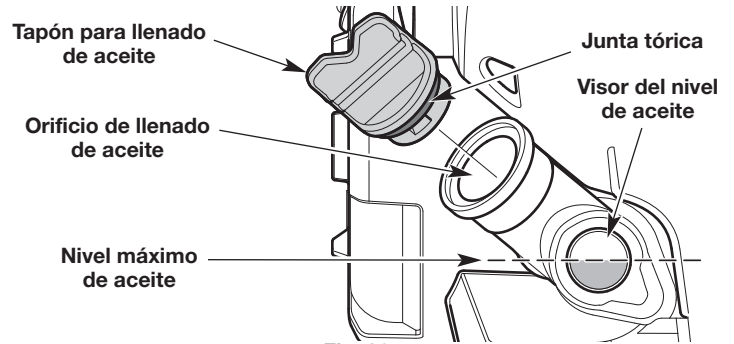

Fig. 30
3. Observe el interior del visor del nivel de aceite; use una linterna si es necesario. **El nivel de aceite debe llenar el visor hasta aproximadamente la mitad** (Fig. 30). Si el nivel de aceite es demasiado bajo, agregue aceite. Consulte *Procedimiento para agregar aceite*.
1. Limpie la zona que rodea el tapón de llenado de aceite (Fig. 30) a fin de evitar que ingresen residuos en el orificio de carga de aceite.
3. Agregue aceite al orificio de llenado de aceite hasta que el nivel de aceite llegue hasta aproximadamente la mitad del visor del nivel de aceite (Fig. 30).
5. Compruebe que la junta tórica esté en su lugar en el tapón de llenado de aceite (Fig. 30).
7. Compruebe que la junta tórica esté en su lugar en el tapón de llenado de aceite (Fig. 30).